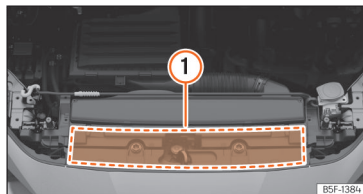

Fig. 185 No compartimento do motor: zona de localização da etiqueta de óleo do motor
>>> Fig. 185 ①. Se utilizar o óleo do motor recomendado, é possível corrigir o nível do enchimento tantas vezes quantas forem necessárias.